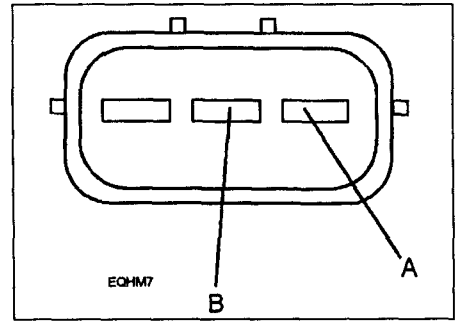

Рис. 11.10. Отсоедините трехштырьковый разъем распределителя зажигания и измерьте сопротивление первичной обмотки катушки между контактами А и В
- 5 Для измерения сопротивления первичной обмотки отсоедините трехштырьковый разъем распределителя зажигания. Подсоедините омметр к контактам А и В (см. рис. 11.10).